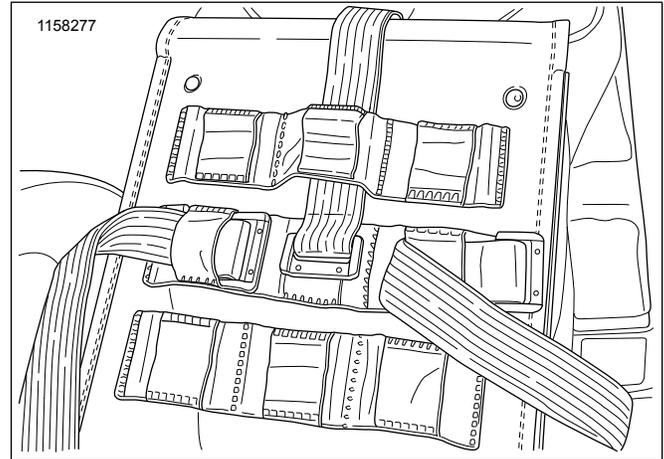

Figure 1. Fixer le ruban adhésif (typique)
1. Figure 1 Fixez trois rubans adhésifs à l'arrière du sac.